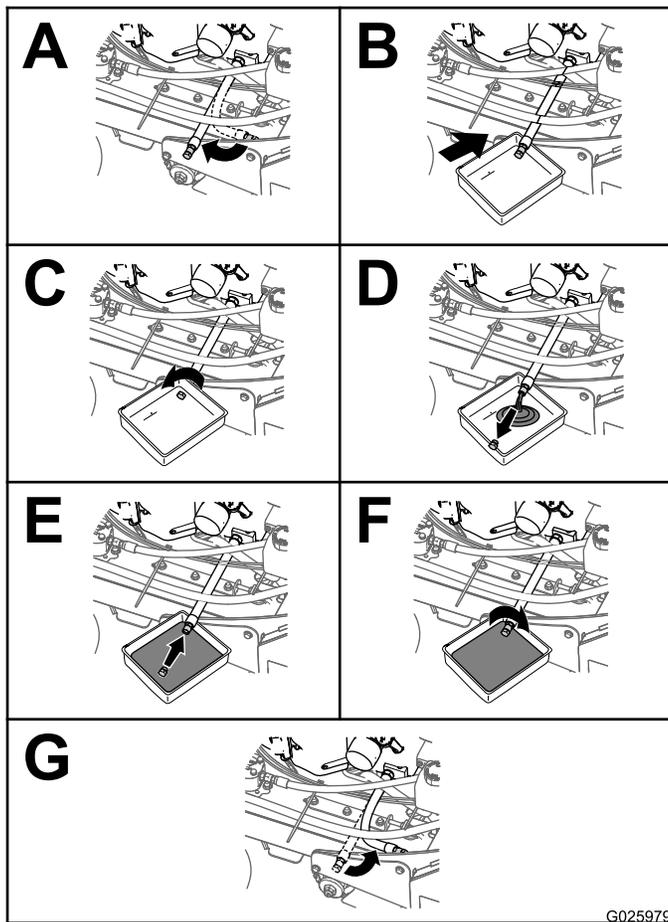

Figura 39
3. Cambie el aceite del motor, según se muestra en la Figura 39.